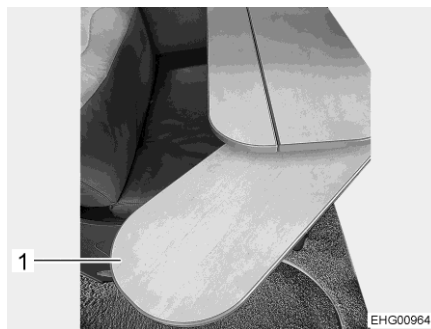

Bild 34 Tischplatte mit Verlängerung
- Tischplatte verlängern: ■ Verlängerung (Bild 34,1) bis zum Anschlag herausziehen.